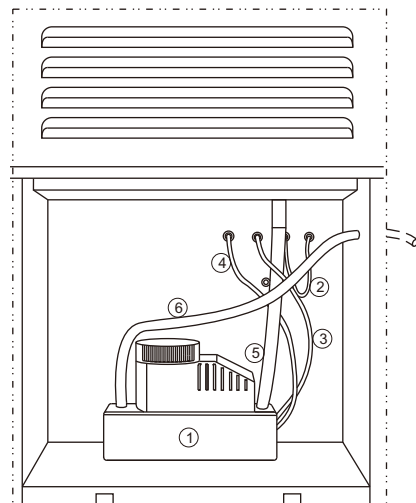

FIG. 4
- Desligue o fio do sinal do alarme de volume de água (②) do borne central e ligue-o ao borne direito para instalá-lo.
- Ligue o cabo de alimentação (④ , cor negra) da bomba de água (①) ao borne esquerdo.
- Ligue o fio do sinal do alarme de volume da água (③ , cor azul) da bomba de água ao borne central.
- Ligue os tubos de aspiração (⑤) e descarga (⑥) da bomba de água (ver FIG.4)